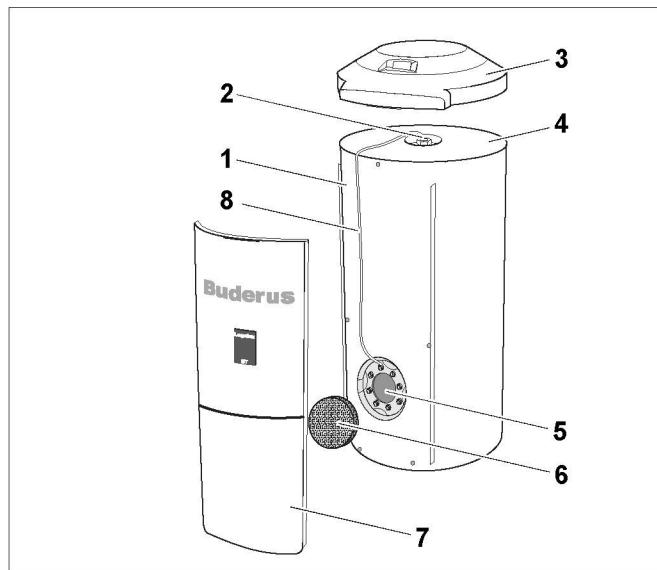

Рис. 1 Бак-водонагреватель Logalux ST160/4 – ST300/4
- Бак-водонагреватель (рис. 1, поз. 1) с коррозионной защитой
Коррозионная защита состоит из гигиенической термоглазури DUOCLEAN MKT и дополнительно из катодной защиты в виде магниевого анода (рис. 1, поз. 2).
Съемные детали облицовки: крышка бака (рис. 1, поз. 3) и состоящая из двух частей обшивка (рис. 1, поз. 7), закрывающая крышку смотрового люка.
- Теплоизоляция (рис. 1, поз. 4)
Теплоизоляция из не содержащего вредных веществ полиуретанового пенопласта нанесена непосредственно на бак. Теплоизоляционный элемент (рис. 1, поз. 6) из пеноматериала уменьшает теплопотери через крышку люка.
- Крышка люка (рис. 1, поз. 5) для проведения техобслуживания и чистки.